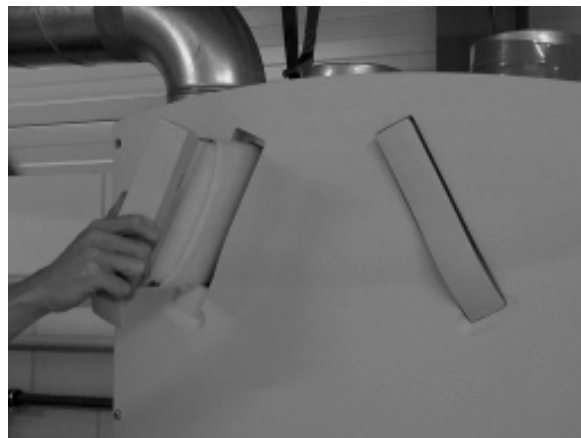

Fig. 2 Het uitnemen van de stoffilters
- Trek de filterhouders uit de OPTIFOR. (Fig. 2)